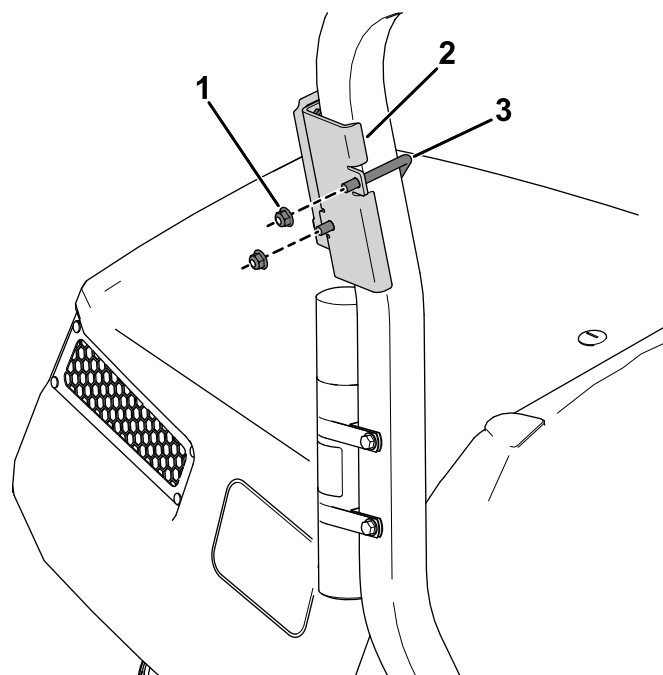

Bild 11
2. Befestigen Sie die Gerätehalterung mit einem U-Bügel und zwei Bundmuttern ($\frac{3}{8}$ ") oberhalb des Handrohrs am Überrollbügel (**Bild 11**).